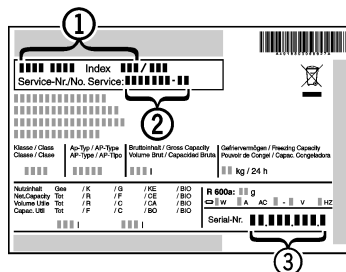

Fig. 17
- Relever la désignation de l'appareil *Fig. 17 (1)*, le n° de service *Fig. 17 (2)* et le n° de série *Fig. 17 (3)* sur la plaquette signalétique. Cette plaquette se trouve sur la paroi intérieure gauche de l'appareil.
- Informer le S.A.V. et lui communiquer la panne, la désignation de l'appareil *Fig. 17 (1)*, le n° de service *Fig. 17 (2)* et le n° de série *Fig. 17 (3)*.